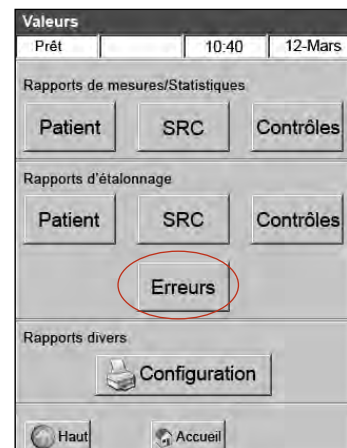

Figure J-8 : Touche "Erreurs" à l'écran "Valeurs"
- À la rubrique "Rapports sur l'étalonnage", sélectionnez **"Erreurs"** (Figure J-8).